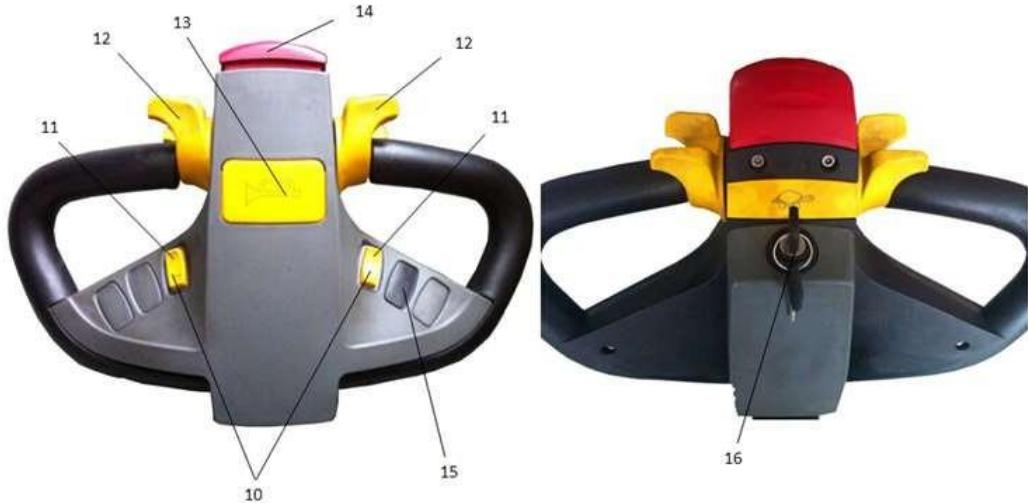
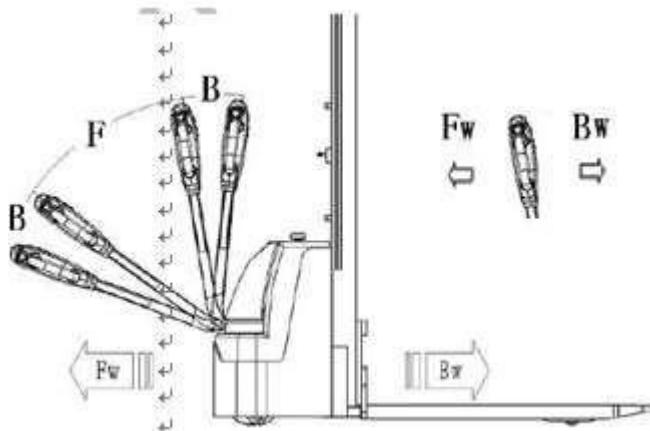

Рис. 1. Рукоятка управления
Рис. 8. Направление работы
При перемещении вилы полностью опускаются на опору с тележкой и нужно нажимать на кнопку подъема (Рис. 1, поз. 11) до тех пор, пока не будет достигнута нужная высота подъема.
Вставленный ключ поворачивается в положение «Открыто» (Рис. 1, поз. 16). Затем нужно осторожно вытянуть кнопку аварийной остановки), начать работу на штабелере. Рукоятка должна быть передвинута в зону работы (Рис. 8, «F»). Кнопку акселератора нужно повернуть в нужном направлении Вперед «Fw» . Или в обратном направлении «Bw» (Рис. 11). Нужно осторожно передвинуть кнопку акселератора (12), чтобы регулировать скорость перемещения, пока скорость не достигнет нужной величины.